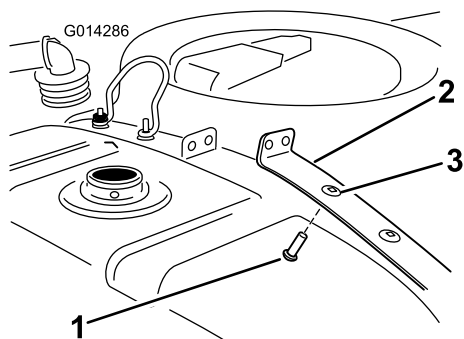

図 8
1. 右後部タンク固定ベルトの内側の穴にキャリッジボルトを取り付ける 図 8。